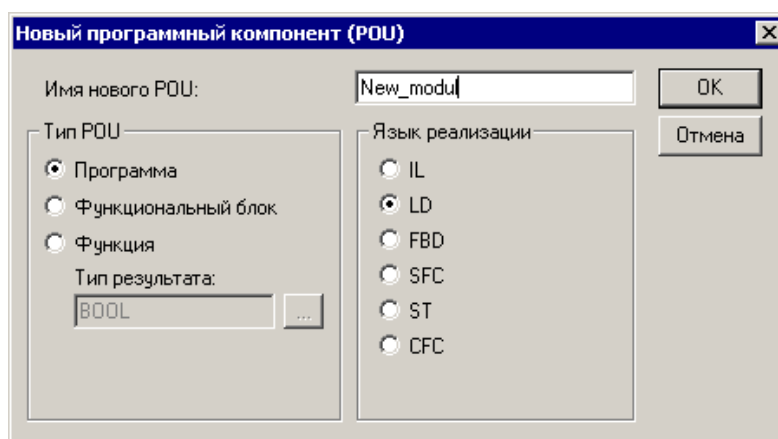

Рисунок 4.9 – Окно «Новый программный компонент (New Pou)»
- 2) В рамках проекта – создать объект типа «Функциональный блок» (на пример, см. рисунок 4.9).